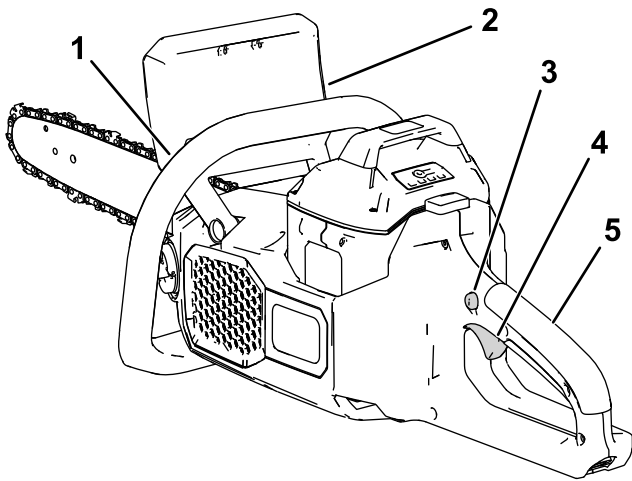

Figura 11
7. Con la mano izquierda en la empuñadura delantera y la mano derecha en la empuñadura trasera, presione el seguro del gatillo y luego apriete el gatillo (Figura 11).